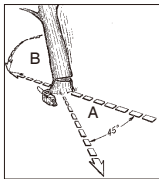

Bild. 11A
ACHTUNG: Vor dem Schneiden sollte ein Rückzugspfad (A) geplant und freigelegt werden. Der Rückzugspfad sollte nach hinten und diagonal zur Rückseite der erwarteten Fallrichtung verlaufen, wie in Bild.11A dargestellt ist.
⚠️ ACHTUNG: Wenn der Fällschnitt sich dem Ankerpunkt nähert, beginnt der Baum zu fallen. Sobald der Baum zu fallen beginnt, ziehen Sie die Säge aus dem Schnitt heraus, stoppen Sie den Motor, legen Sie die Kettensäge ab und verlassen Sie den Bereich über den Rückzugspfad (Bild. 11A).